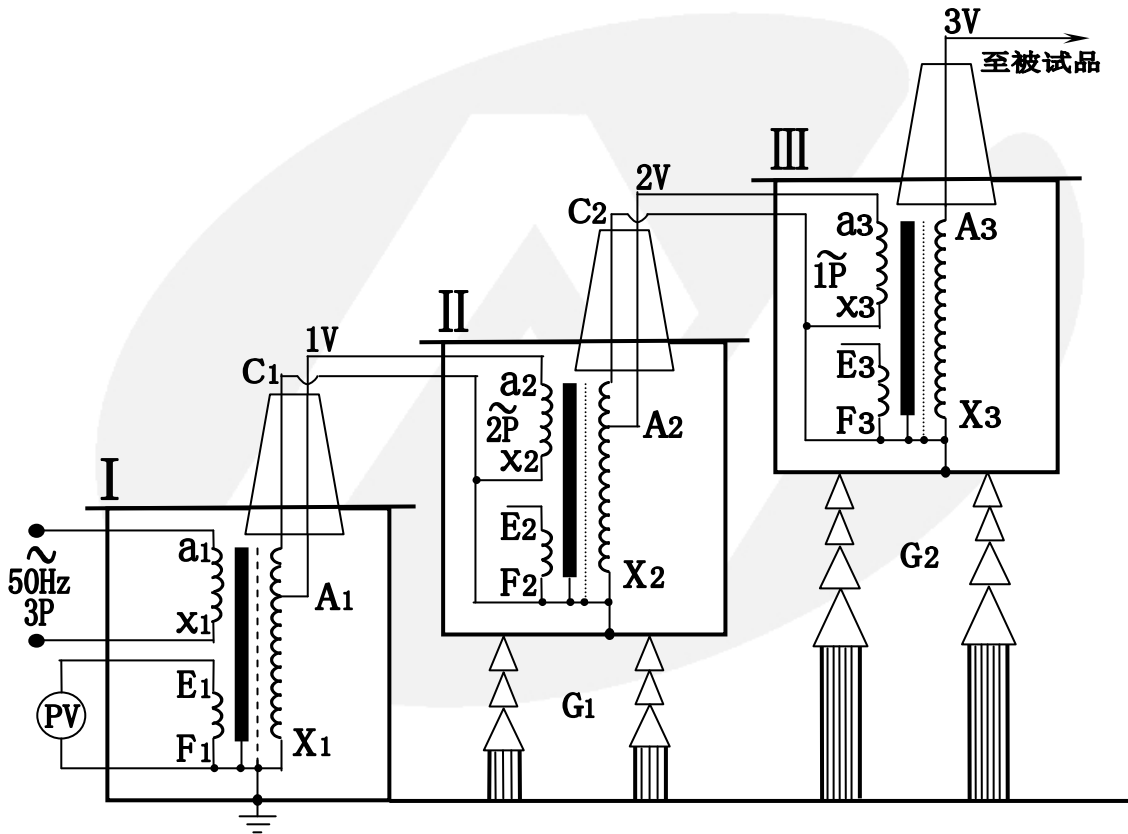

图 5：三台试验变压器串级接线原理图
3、三台试验变压器串级获得更高电压的接线原理见图 5。串级高压试验变压器有很大的优越性，因为整个试验装置由几台单台试验变压器组成，单台试验变压器容量小、电压低、重量轻，便于运输和安装。它既然可串接成高出几倍的单台试验变压器
输出电压组合使用，又可分开成几套单台试验变压器单独使用。整套装置投资小，经济实惠。图 5 中，在第一级和第二级的每个单元试验变压器中都有一个励磁绕组 A_1 、 C_1 和 A_2 、 C_2 。在三台串级试验变压器基本原理中，低压电源加在试验变压器 I 的初级绕组 a_1x_1 上，单台试验变压器 I、II、III 的输出电压都是 V 。励磁绕组 A_1 、 C_1 给第二级试验变压器 II 的初级绕组供电；第二级试验变压器 II 的励磁绕组 A_2 、 C_2 给第三级试验变压器 III 的初级绕组供电。第二级试验变压器 II 和第三级试验变压器 III 的箱体分别处在对地为 1V 和 2V 的高电位上，所以箱体对地是绝缘的，试验变压器 I 的箱体是接地的。这样第一级、第二级、第三级试验变压器对地的额定输出电压分别为 1V、2V、3V；其额定容量分别为 3P、2P、1P。